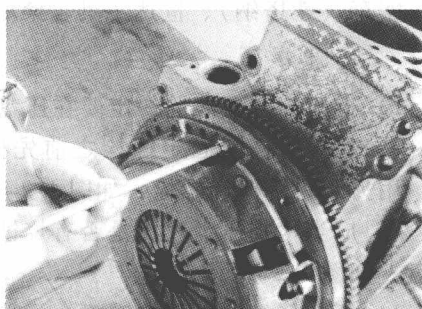

图 1-6 安装压盘
- 6) 按照拆解时所做的标记安装压盘，如图 1-6 所示。